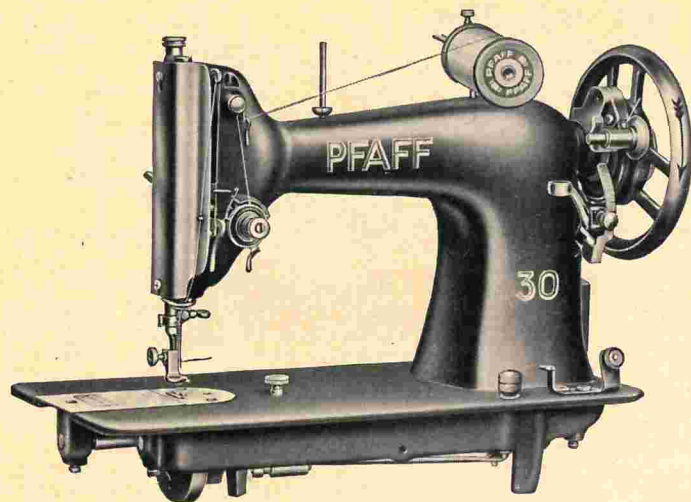

Abb. 2
7. Das Schwungrad muß immer in der Pfeilrichtung (Abb. 2), also gegen die nähernde Person zu laufen.
soll vor Beginn des Nähens etwas geübt werden. Man lasse das obere Schwungrad ausgeschaltet, drehe mit der Hand das Oberteilrad in der Pfeilrichtung an (Abb. 2) und achte bei den Tretübungen darauf, daß das Rad nie in umgekehrter Richtung läuft. Falsche Drehrichtung der Maschine hat Fadenreißen und Einklemmen des Fadens in die Schiffchenbahn zur Folge.
Stichplatte hindurchstreicht. Der Oberfaden ist nun ebenfalls unter den Steppfuß neben den Unterfaden zu legen. Hierauf schiebe man den zu nähenden Stoff unter den Steppfuß, lasse solchen herunter und beginne zu nähen. Das Oberteilrad darf nur in der Pfeilrichtung (Abb. 2) herumlaufen.